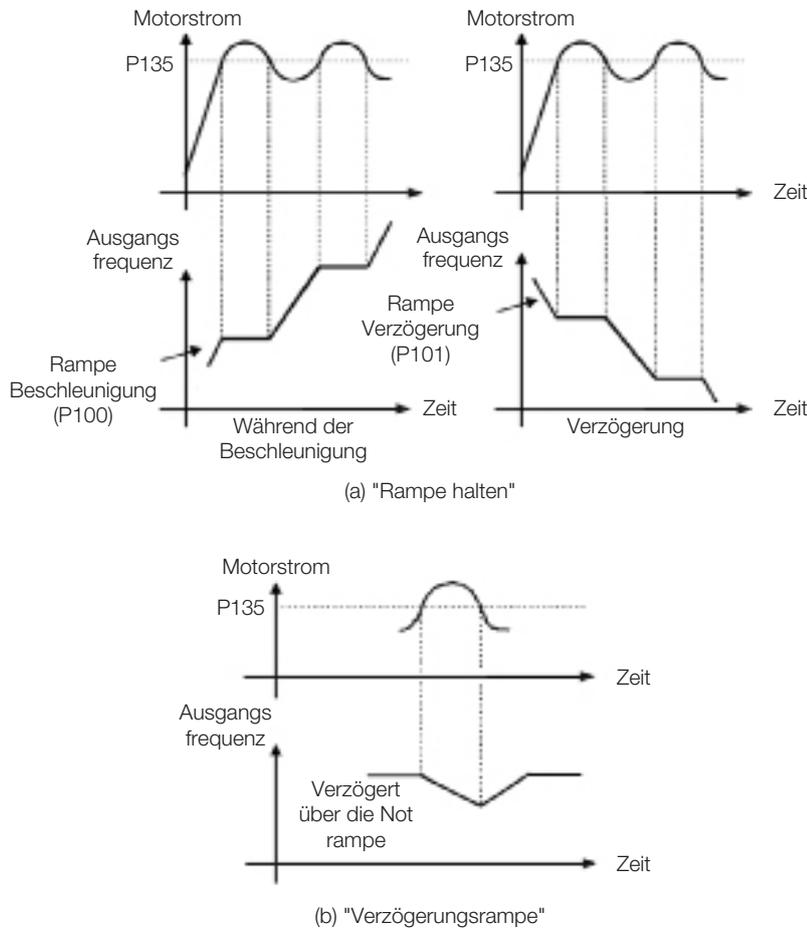

Abbildung 11.5: (a) und (b) Einschaltmodi der Strombegrenzungen via P135
- Wirkweise: wenn der Motorstrom den in P135 gesetzten Wert bei der Beschleunigung oder Verzögerung übersteigt, wird die Frequenz nicht erhöht (Beschleunigung) oder verringert (Verzögerung). Wenn der Motorstrom einen Wert unter P135 erreicht, beschleunigt bzw. verzögert der Motor wieder. Siehe Abbildung 11.5 auf Seite 11-5;
- Wirkweise: wenn der Motorstrom den in P135 gesetzten Wert übersteigt, wird für den Frequenzeingang der Rampe ein Nullwert erzwungen, der den Motor in eine Verzögerung zwingt. Wenn der Motorstrom einen Wert unter P135 erreicht, beschleunigt der Motor wieder. Siehe Abbildung 11.5 auf Seite 11-5;
Der Wert der Stromstärke, bei dem die Strombegrenzung für die Modi Rampe halten und Rampe verzögern aktiviert wird, ist in Abbildung 11.5 aktuell 11-6 (a) und (b) dargestellt. Um die Strombegrenzung zu entfernen, müssen Sie Parameter P135 >  $1.9 \times I_{nom}$  setzen.